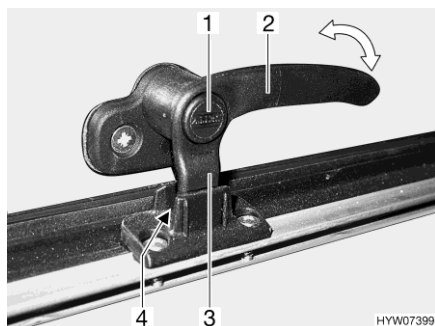
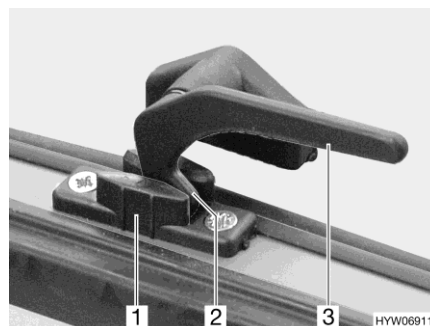

Bild 82 Verriegelungshebel mit Sicherungsknopf in Stellung "Dauerbelüftung"
Bild 83 Verriegelungshebel in Stellung "Dauerbelüftung"
- in Stellung "Dauerbelüftung" (Bild 82 und Bild 83)
- Wenn vorhanden, Sicherungsknopf (Bild 82,1) drücken und gedrückt halten.
- Den Verriegelungshebel (Bild 82,2 oder Bild 83,3) eine viertel Umdrehung zur Fenstermitte hin drehen.
- Den Verriegelungshebel wieder zurückdrehen. Die Verriegelungsnase (Bild 82,3 oder Bild 83,2) am Verriegelungshebel dabei in die Aussparung der Fensterverriegelung (Bild 82,4 oder Bild 83,1) einfahren.
- Wenn vorhanden, Sicherungsknopf (Bild 82,1) loslassen.